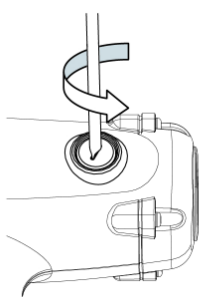

Fig. 3
- Allentare il pannello della spazzola di carbonio in senso antiorario utilizzando una punta scanalata (Fig. 3).